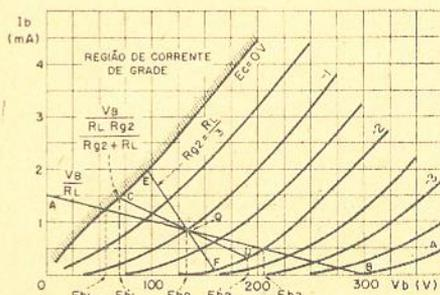

Figura 9
Alternativamente, podemos calcular o valor de A_o graficamente. Exemplificando: com as curvas da figura 9 e a expressão (16) teremos o ganho A_o .
Pode-se ver claramente que a resistência de carga (R_{g2}) influi na distorção. Se R_{g2} for menor que $4 R_L$, a reta de carga resultante poderá estar efetivamente na região bem curva das características da válvula. Na figura 9 não se